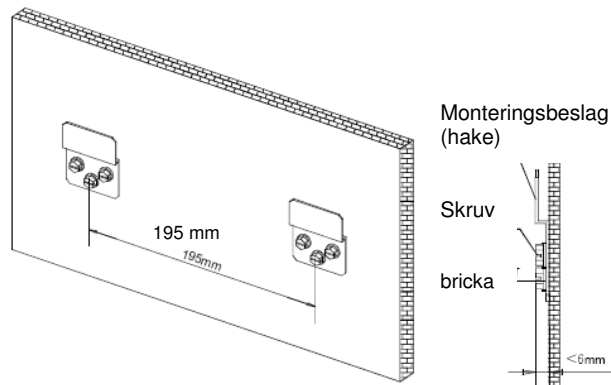

Fig. 5-3
- Sätt fast hakar(monteringsbeslag) på väggen med skruvar (se Fig. 5-3)